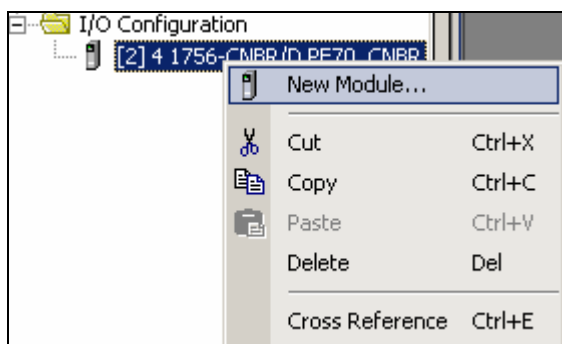

图 4-55 添加新模块
6. 在项目资源管理器中，双击 I/O Configuration 文件夹，右键单击 1756-CNBR/D，从弹出菜单中选择 New Module.... 如图 4-55 所示。